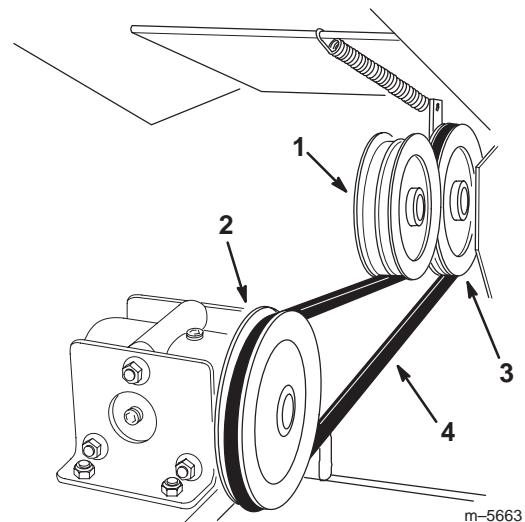

Figure 9
2. Soulevez la poulie de tension et installez la courroie d' entraînement sur la poulie de sortie du groupe de déplacement et la poulie d'entrée du boîtier d'engrenages (Fig. 9).
3. Relâchez la poulie de tension pour lui permettre de revenir en haut de la courroie d' entraînement (Fig. 9).